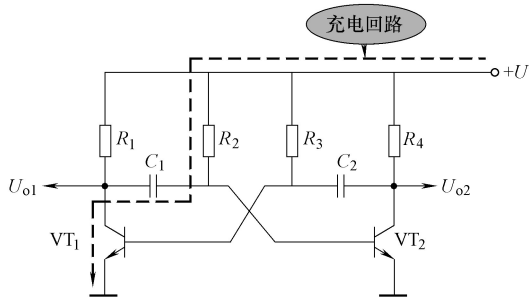

图 12-64 充电回路示意图
4)  $t_3 \sim t_4$  期间电路分析。这期间内， $VT_1$  管一直处于饱和状态， $VT_2$  管一直处于截止状态。由于  $VT_1$  管饱和，构成对电容  $C_1$  的充电回路，如图 12-64 所示是充电回路示意图，即  $+U \rightarrow R_2 \rightarrow C_1 \rightarrow VT_1$  管集电极  $\rightarrow VT_1$  管发射极  $\rightarrow$  地端。